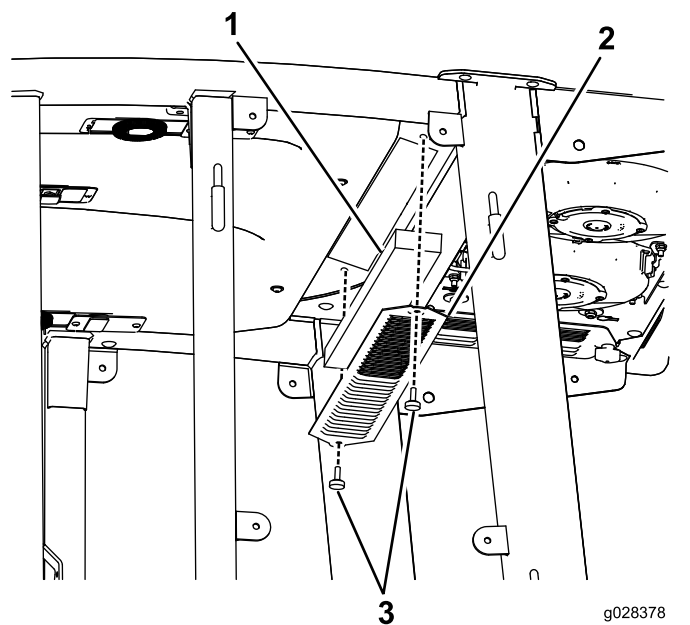

図 137
3. キャブの屋根を止めているボルト22本を外して屋根を外す 図 137。
4. エアフィルタを取り外す 図 137。
5. エアコンのコイルを外して清掃する 図 137。